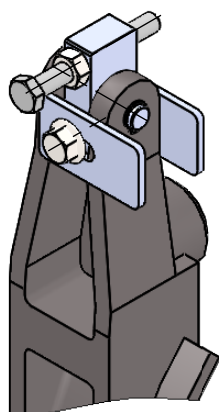

Fig.2
- Inserire i blocchetti "E" nelle ganasce e tenerli in posizione infilando perni "G" nei fori presenti sulle ganasce e sui blocchetti. (vedi fig.2)